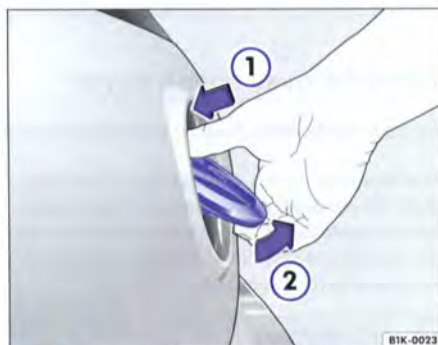

Fig. 28 Ouverture du hayon de l'extérieur
– Appuyez avec le pouce sur le haut de l'emblème Volkswagen ⇒ fig. 28 et faites-le basculer par le bas. Introduisez la main sous l'emblème et ouvrez le hayon.